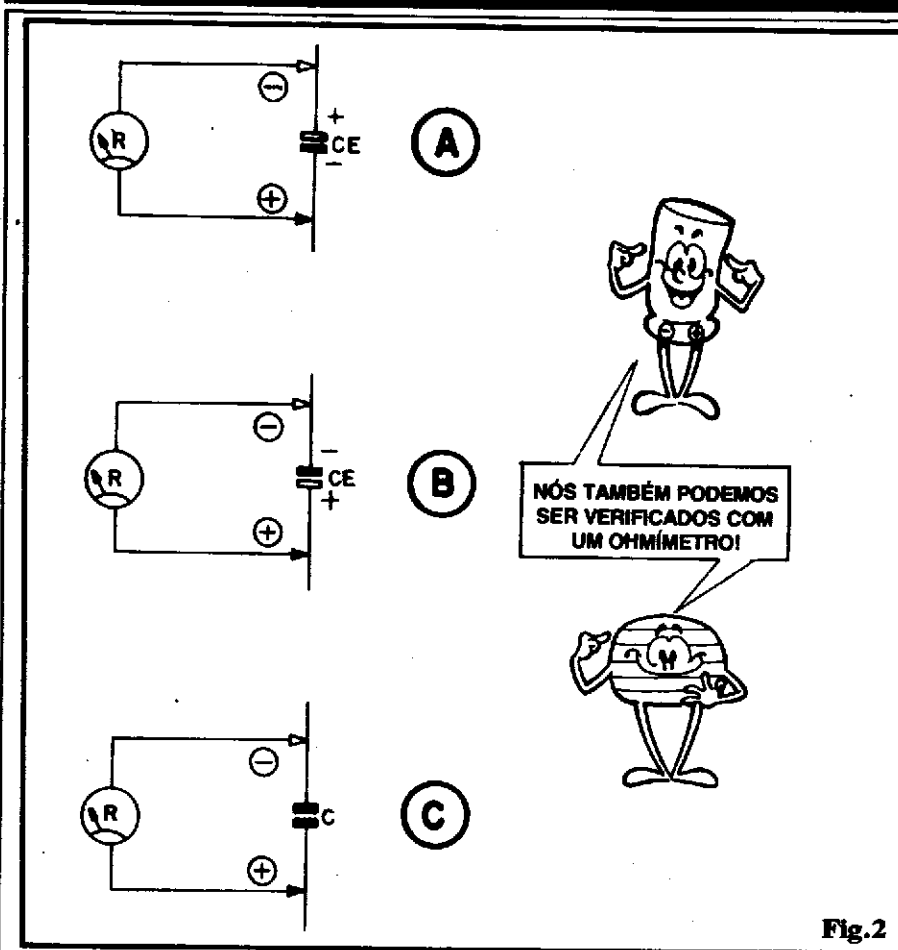

Fig.2
- FIG. 2 - Avaliando capacitores - Os diagramas 2-A e 2-B mostram a utilização do OHMÍMETRO no teste básico de um capacitor eletrolítico (que é - Vocês se lembram - um componente polarizado...). Na posição 2-A, com a polaridade das pontas do OHMÍMETRO invertida com relação à das placas do capacitor, um componente em bom estado deverá apresentar uma RESISTÊNCIA bastante alta (já que - teoricamente - as placas de qualquer capacitor devem estar isoladas uma da outra...). Se, na configuração 2-A, o OHMÍMETRO indicar uma R baixa, muito provavelmente o capacitor eletrolítico CE estará com defeito (enorme "fuga"...). Já na medição 2-B, com a polaridade das pontas de prova coincidindo com a das placas do CE, o OHMÍMETRO, inicialmente, deve indicar uma RESISTÊNCIA surpreendentemente baixa, que vai, lentamente "subindo" até ficar bastante elevada! Isso deve ocorrer num CE em boas condições, e explica-se facilmente: estando o capacitor inicialmente
o fenômeno também ocorre nos capacitores não eletrolíticos (fig. 2-C), de valor bastante baixo (tipicamente de 1 ou 2  $\mu\text{F}$  para baixo...), porém a velocidade da transição ou curva de Resistência "vista" pelo OHMÍMETRO será tão grande que nem o próprio instrumento (pelas suas naturais inércias mecânicas) nem os nossos olhos (pela impossibilidade que nossas retinas têm de ser "impressionadas" por eventos muito rápidos...) conseguirão detetá-la! Assim, um capacitor C, de valor relativamente baixo, deve apresentar (em qualquer polaridade das pontas de prova...) uma R alta... Se a R for baixa, é sinal de que o componente está inutilizado (em "curto" ou com "fuga" excessiva...).